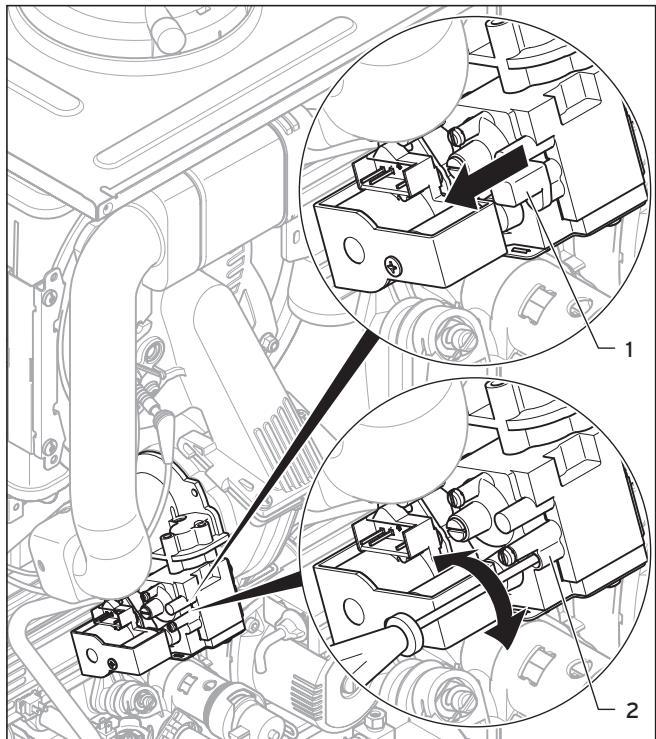

Fig. 2.2 Innstilling av CO2-innhold
- Trekk av den blåe hetten (1).
- Straks det ligger an gass på apparatet, dreier du skruen (2, fig. 2.2) (2,5 mm unbrakoskrue), fra den aktuelle stillingen, ved: